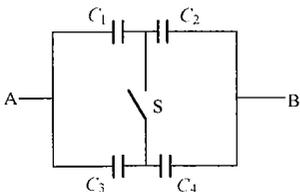

图 D-3
**La3D3052** 如图 D-3 所示， $C_1=0.2\mu\text{F}$ ， $C_2=0.3\mu\text{F}$ ， $C_3=0.8\mu\text{F}$ ， $C_4=0.2\mu\text{F}$ ，求开关 S 断开与闭合时，AB 两点间等效电容  $C_{AB}$ 。